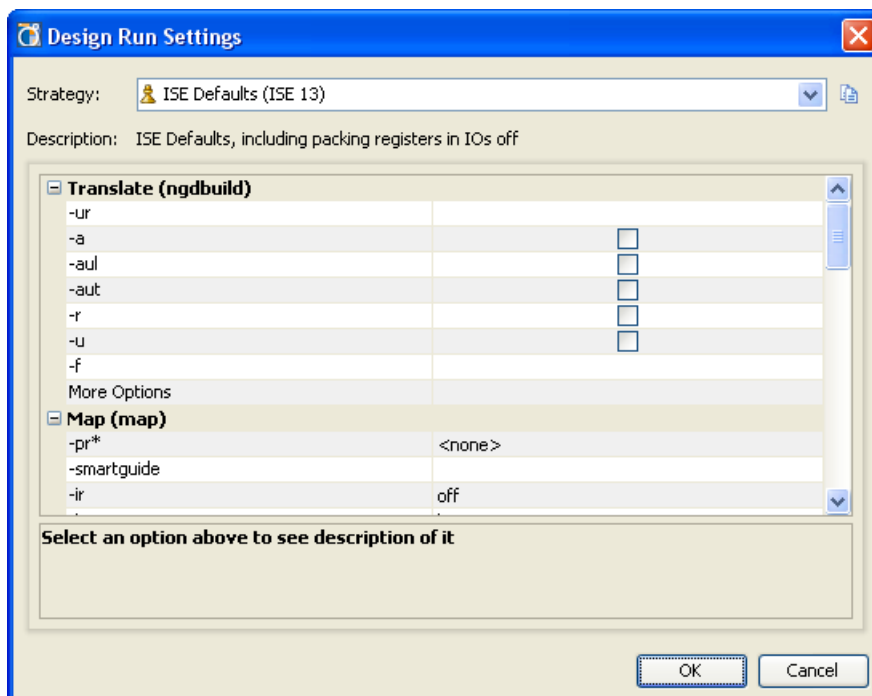

図 9-4 : インプリメンテーション run に対するデザイン run の設定
- [Options] : run に使用するインプリメンテーション ストラテジを選択します。参照ボタンをクリックして [Design Run Settings] ダイアログ ボックスを開いて、ISE コマンド ライン オプションを変更します。298 ページの図 9-4 に、[Design Run Settings] ダイアログ ボックスを示します。ISE コマンド ライン オプションの詳細は、『コマンド ライン ツール ユーザー ガイド』(UG628) を参照してください。